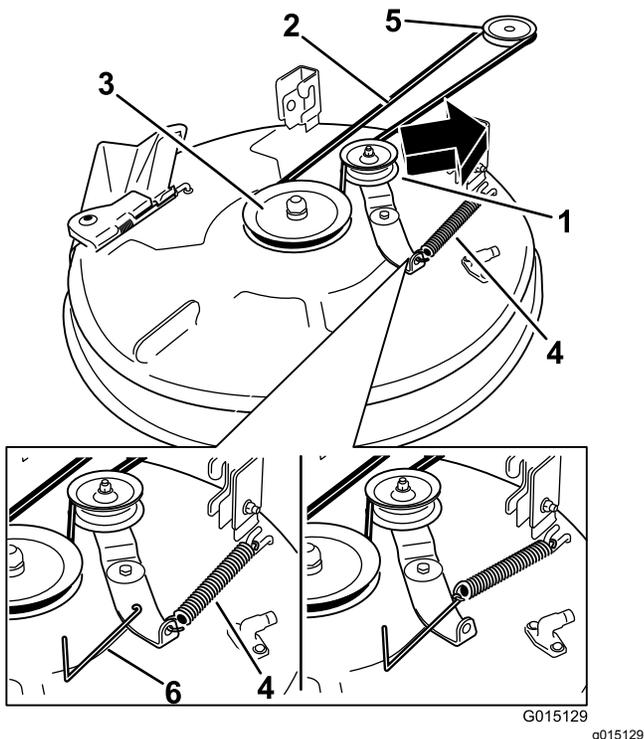
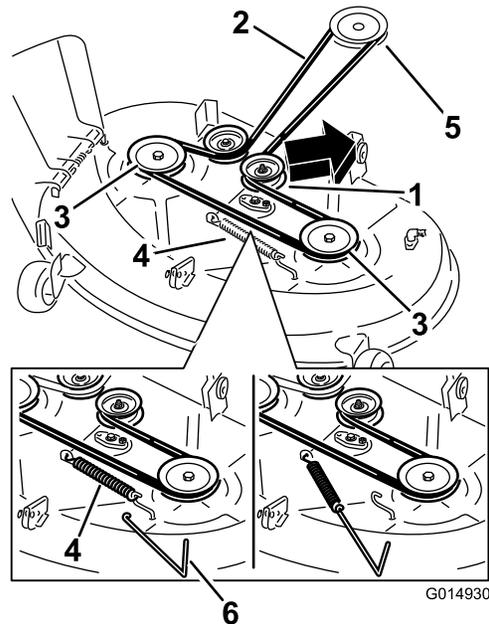

Figura 54
Figura 55
- Usando una herramienta para la retirada de muelles (Pieza Toro N° 92-5771), retire el muelle tensor del gancho de la carcasa para eliminar la tensión de la polea tensora, y retire la correa de las poleas (Figura 54 y Figura 55).
- Enrute la correa nueva alrededor de las poleas del motor y del cortacésped (Figura 54 y Figura 55).
- Con la ayuda de una herramienta para la retirada de muelles (pieza Toro N° 92-5771), instale el muelle tensor sobre el gancho de la carcasa y tense la polea tensora y la correa (Figura 54 y Figura 55).